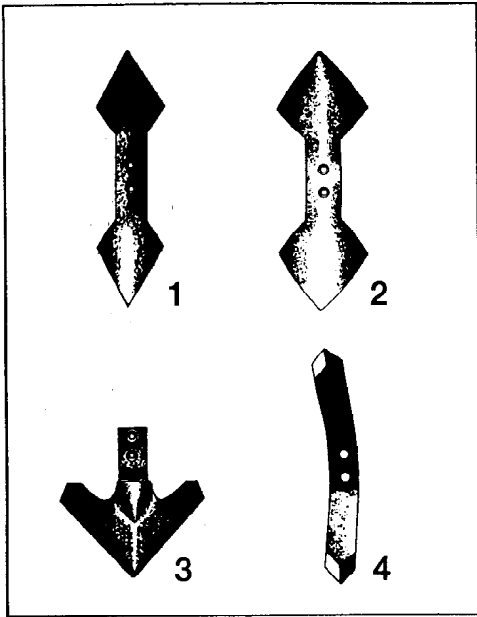

Fig.5
Différents socs au choix (fig.5): Soc réversible 13cm (1) avec en option le rechargement dur.